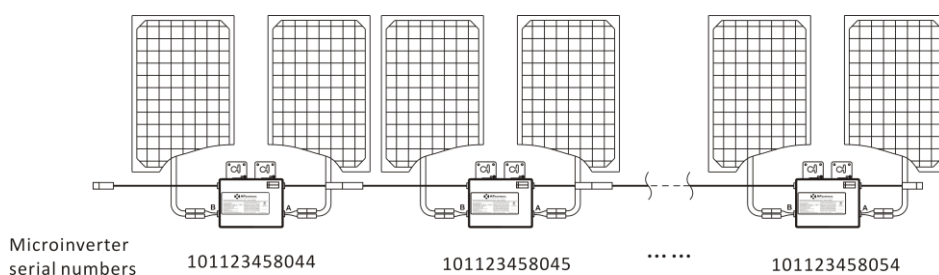

Figura 12
- Cada Microinversor APsystems vem com duas etiquetas de número de série removíveis. Retire as etiquetas e cole uma delas na respectiva localização, no mapa de instalação A/B, no rótulo abaixo (Figura 13) de acordo com o layout do telhado (Figura 12). Em seguida, cole a outra etiqueta no quadro do módulo fotovoltaico, de forma que possa ser vista facilmente. Os cartões de garantia podem ser obtidos no apêndice deste manual ou no site da APsystems: www.APsystems.com